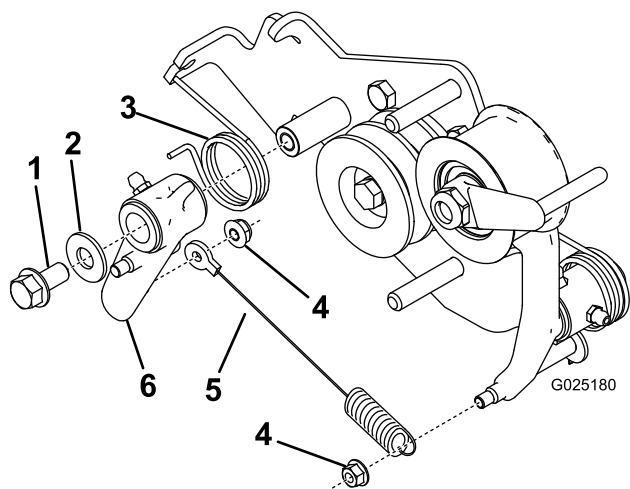

Figura 3
4. Togliete il gruppo della leva di trazione e i componenti necessari dalla staffa della frizione preesistente e montateli sulla nuova staffa della frizione (Figura 3).
5. Collegate il tirante del cavo preesistente al gruppo della leva di trazione e alla leva della frizione utilizzando 2 dadi del gruppo preesistente (Figura 3).